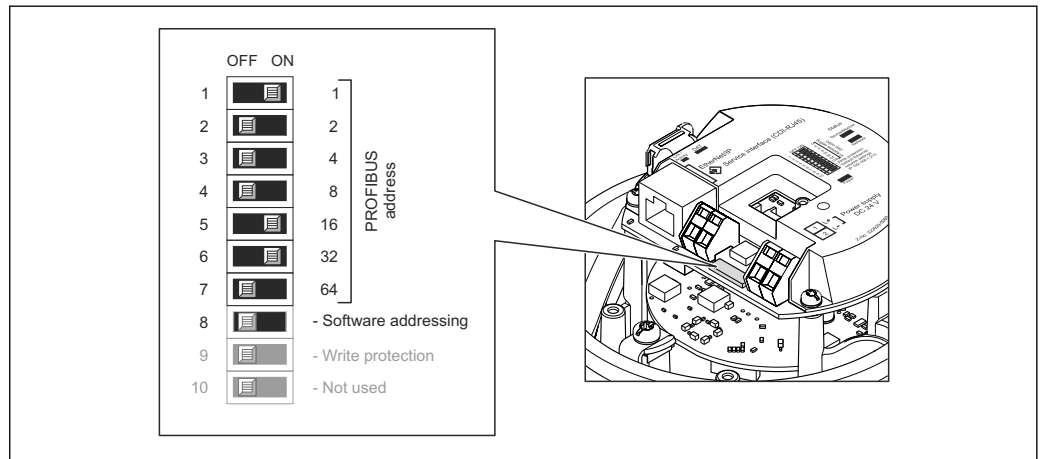

Fig. 11 Abordagem usando minisseletoras no módulo dos componentes eletrônicos E/S
- ↳ Exemplo → Fig. 11, Fig. 33: $1 + 16 + 32 =$ endereço do equipamento 49